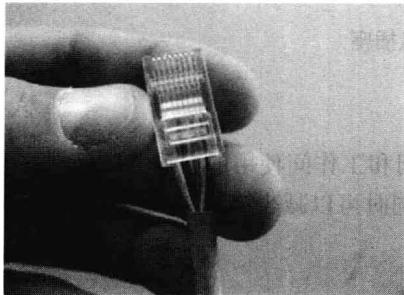

图 1-7 将网线插入水晶头中
④ 剪齐：把线尽量抻直（不要缠绕）、压平（不要重叠）、挤紧理顺（朝一个方向紧靠），然后用压线钳把线头剪平齐。这样，在双绞线插入水晶头后，每条线都能良好接触水晶头中的插针，避免接触不良。如果以前剥的皮过长，可以在这里将过长的细线剪短，保留的去掉外层绝缘皮的部分约为 14mm，这个长度正好能将各细导线插入到各自的线槽。如果该段留得过长，一来会由于线对不再互绞而增加串扰，二来会由于水晶头不能压住护套而导致电缆从水晶头中脱出，造成线路的接触不良甚至中断。
⑤ 插入：以拇指和中指捏住水晶头，使有塑料弹簧片的一侧向下，针脚一方朝向远离自己的方向，并用食指抵住；另一手捏住双绞线外面的胶皮，缓缓用力将 8 条导线同时沿 RJ-45 头内的 8 个线槽插入，一直插到线槽的顶端。如图 1-7 所示。